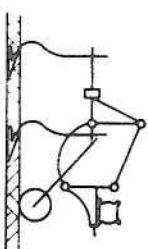

Abb. 112 Stellung bei der Arbeit in sehr festem Boden
2. An den Stützrädern (2) die richtige Höhe der Hackschienne einstellen, wie Abb. 112, 113 und 114 zeigt.